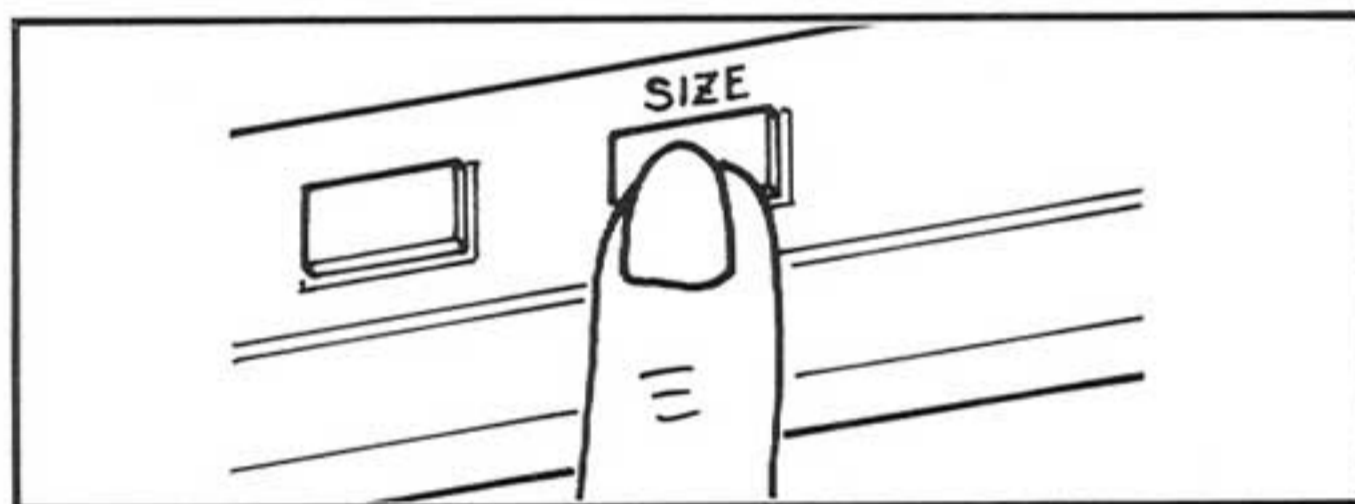

Fig. 20 Abb. 20
4. Set the SIZE switch according to the record size. (Fig. 20) (■ . . . 30 cm, — . . . 17 cm)
4. Stellen Sie den Schalter für die Schallplattengröße (SIZE) entsprechend der Schallplattengröße ein. (Abb. 20) (■ ... 30 cm, — ... 17 cm)
4. Placer le commutateur de sélection de taille (SIZE) suivant la dimension du disque. (Fig. 20) (■ ... 30 cm, — ... 17 cm)